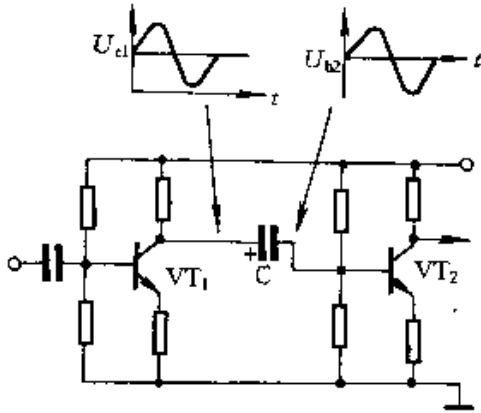

图 2-45
② 电容器具有耦合作用。图 2-45 所示为两级音频放大电路,晶体管 VT_1 集电极输出的交流信号通过电容 C 传到 VT_2 基极,而 VT_1 集电极的直流电位则不会影响到 VT_2 基极, VT_1 与 VT_2 可以有各自适当的直流工作点,这就是电容器的耦合作用。